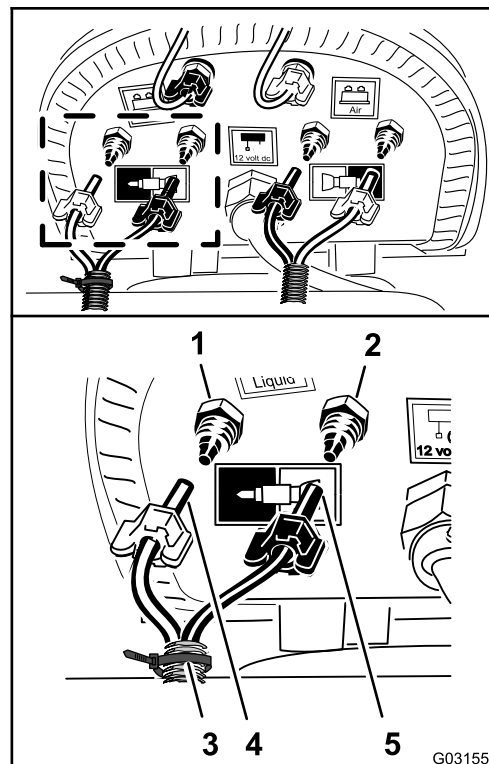

Figura 174
- Conecte el tubo con la brida que preparó en el paso 9 de Retirada de los tubos de líquido y aire de la máquina \(página 9\), alineando el tubo azul de la sección de brazo derecha en el acoplamiento de compresión del circuito de agua de la sección de brazo derecha (Figura 174).
- Ensamble la tuerca de compresión del tubo en el acoplamiento y apriete la tuerca a mano (Figura 174).
- Alinee el tubo transparente de la sección de brazo derecha en el acoplamiento de compresión del circuito de aire de la sección de brazo derecha (Figura 174).